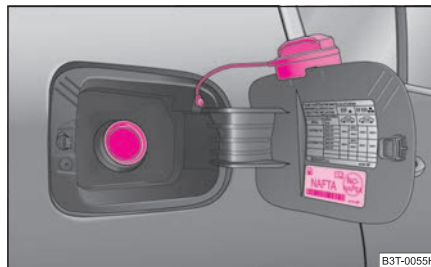

Fig. 184 Tapa del depósito con el tapón desenroscado
Hay diferentes clases de gasolina. Lea ⇒ página 259, “Datos técnicos” para saber qué tipo de gasolina necesita su vehículo. Puede encontrar la misma información también en su vehículo, en el lado interior de la tapa del depósito de combustible ⇒ página 210, fig. 184.
- Desenroscar hacia la izquierda el tapón de cierre del depósito y colocarlo por arriba en la tapa del depósito ⇒ fig. 184. ►